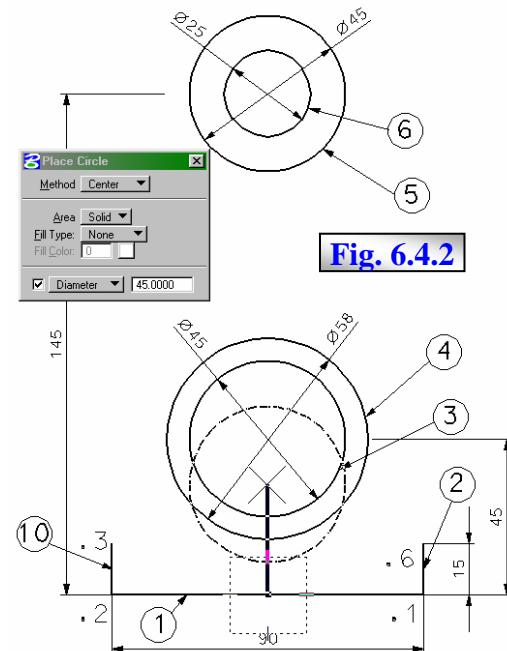

Fig. 6.4.2
2.3 Plasarea unui TP plasat arbitrar în fereastra de desenare, urmat de activarea **focus**-ului în fereastra AD, apăsarea tastei "O", indexare pe verticală/ sus a liniei dinamice a AD, & 3.3.2, care va provoca autoactivarea **focus**-ului în câmpul Y al ferestrei AD; introducerea valorii 45 în câmp, ce va produce autoblocarea acestuia și modificarea lungimii liniei dinamice și a cercului asociat (reprezentat cu linie întreruptă în fig. 6.4.2) la valoarea prescrisă; plasarea unui DP arbitrar pentru confirmare va finaliza construcția cercului 3.